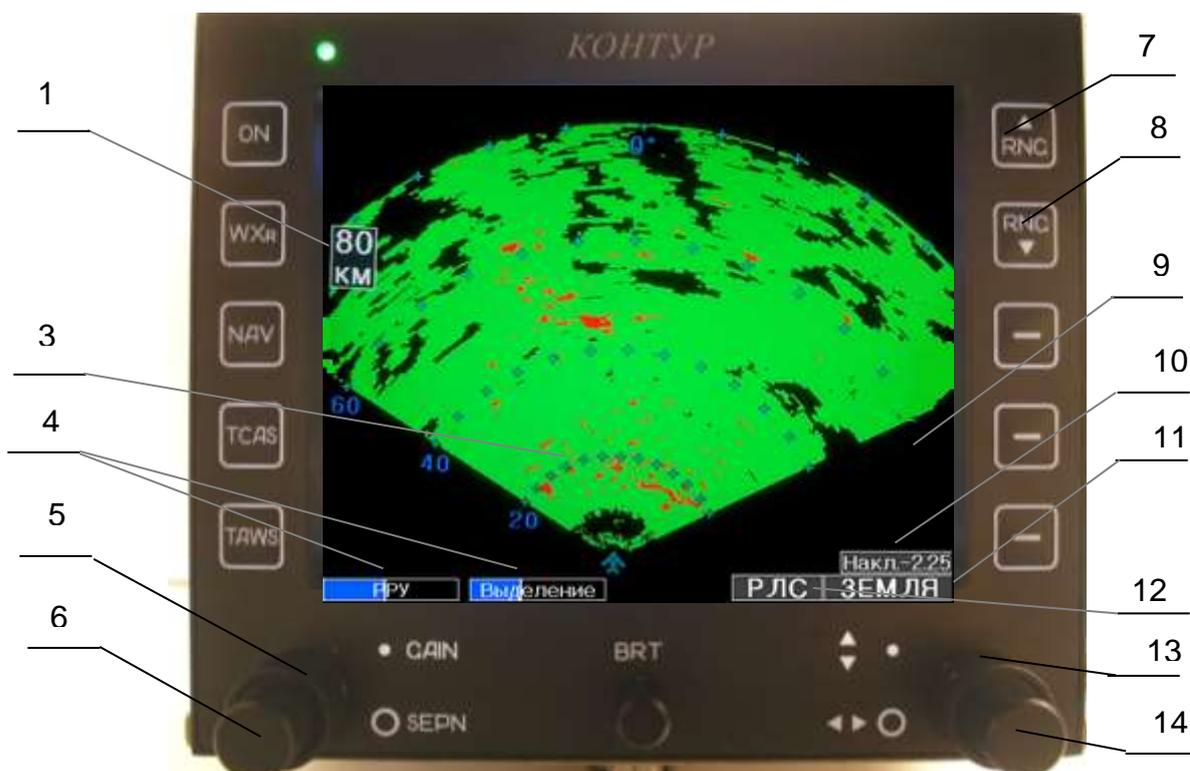

Рисунок 10 - Изображения сигналов на экране МФИ в режиме «Земля»
- 3.1.5.2 С помощью ручки управления наклоном антенны  (рис. 10, поз. 14) следует установить такой наклон антенны, при котором обеспечивается максимальная дальность обнаружения фона земной поверхности (зеленый цвет).
- 3.1.5.4. Для выделения наиболее характерных ориентиров в режиме работы «Земля» используется также ручка «SEPN», изменяющая порог обнаружения наземных ориентиров от величины сигналов, отраженных от фона земной поверхности, до величины сигналов, отражённых от крупных радиолокационноконтрастных наземных сооружений. Положение ручек «GAIN» и «SEPN» отображается в левом нижнем углу экрана в виде светлой полосы на темном фоне в прямоугольнике с соответствующей надписью (рис. 10, поз. 4) (в русскоязычном варианте интерфейса МФИ ручке «GAIN» соответствует прямоугольник с надписью «РПУ», а «SEPN» – «ВЫДЕЛЕНИЕ»).
- калибрационные метки дальности (с оцифровкой) и азимутального направления в виде точек, расположенных по дугам (рис. 10, поз. 3);
- поле для индикации угла наклона антенны (рис. 10, поз. 10);
- поле для индикации режима работы РЛС (рис. 10, поз. 11);
- поле для индикации масштаба и размерности радиолокационного изображения (рис. 10, поз. 1);
- поле для индикации функции переназначаемых кнопок (рис. 10, поз. 9);
- поле для индикации системы, от которой в данный момент выводится изображение на экран (рис. 10, поз. 12).
- 3.1.5.7 Масштаб изображения, удобный для наблюдения, устанавливается с помощью кнопок «RNG ▼» и «RNG ▲» (рис. 10, поз. 7, 8) («ДН+» и «ДН-» соответственно в русскоязычном варианте интерфейса МФИ).